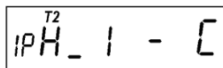

Рисунок 4.3
- pH – признаки наличия фазных напряжений и индикация правильности подключения. Индикация цифр 1, 2 и 3 свидетельствует о наличии соответствующих фаз, отсутствующая фаза индицируется символом "дефис". Символами "A", "b", "C" индицируются фазы, в которых зафиксировано наличие тока при отсутствии напряжения. Черточки сверху и снизу перед каждой фазой обозначают выход значения напряжения фазы за задаваемые пределы соответственно сверху или снизу. Символ "1" перед обозначением кадра "pH" информирует об отрицательных значениях углов векторов напряжений при наличии всех трех фаз. Рисунок 4.3